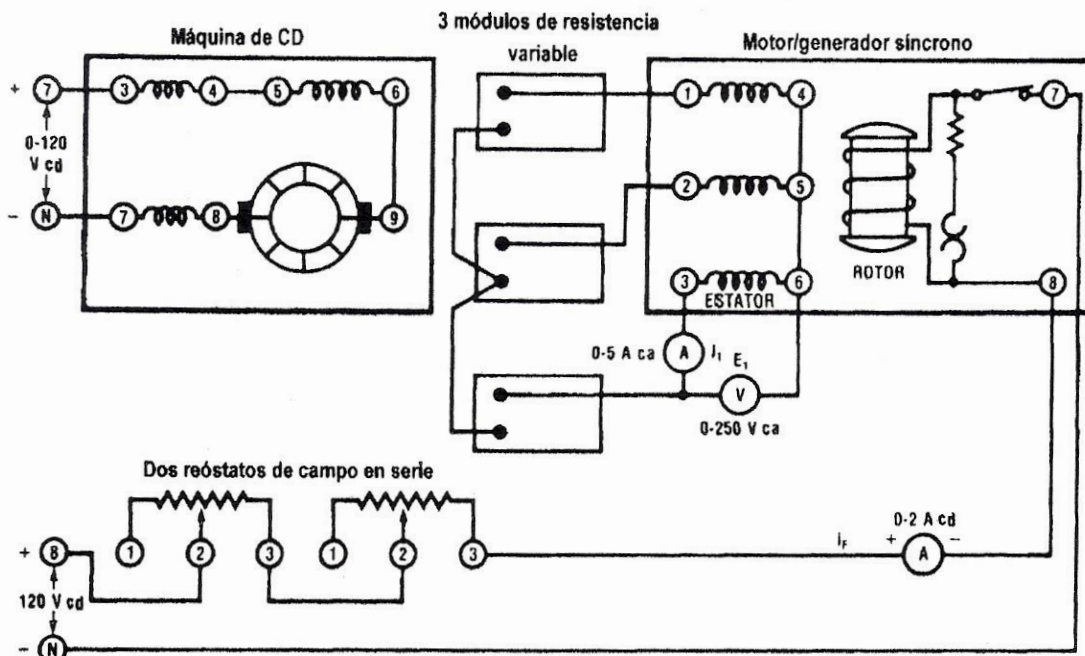

Figura 1
2. Conecte el circuito de la figura 1.